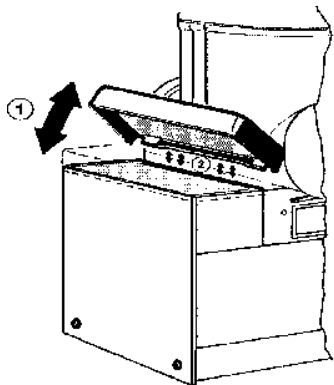

рис. 6
- 2-На модели МТ 1Р снимите боковой поддон, приподняв его внешнюю часть и сняв его с крюка, расположенного с противоположной стороны (см. рис. 6).